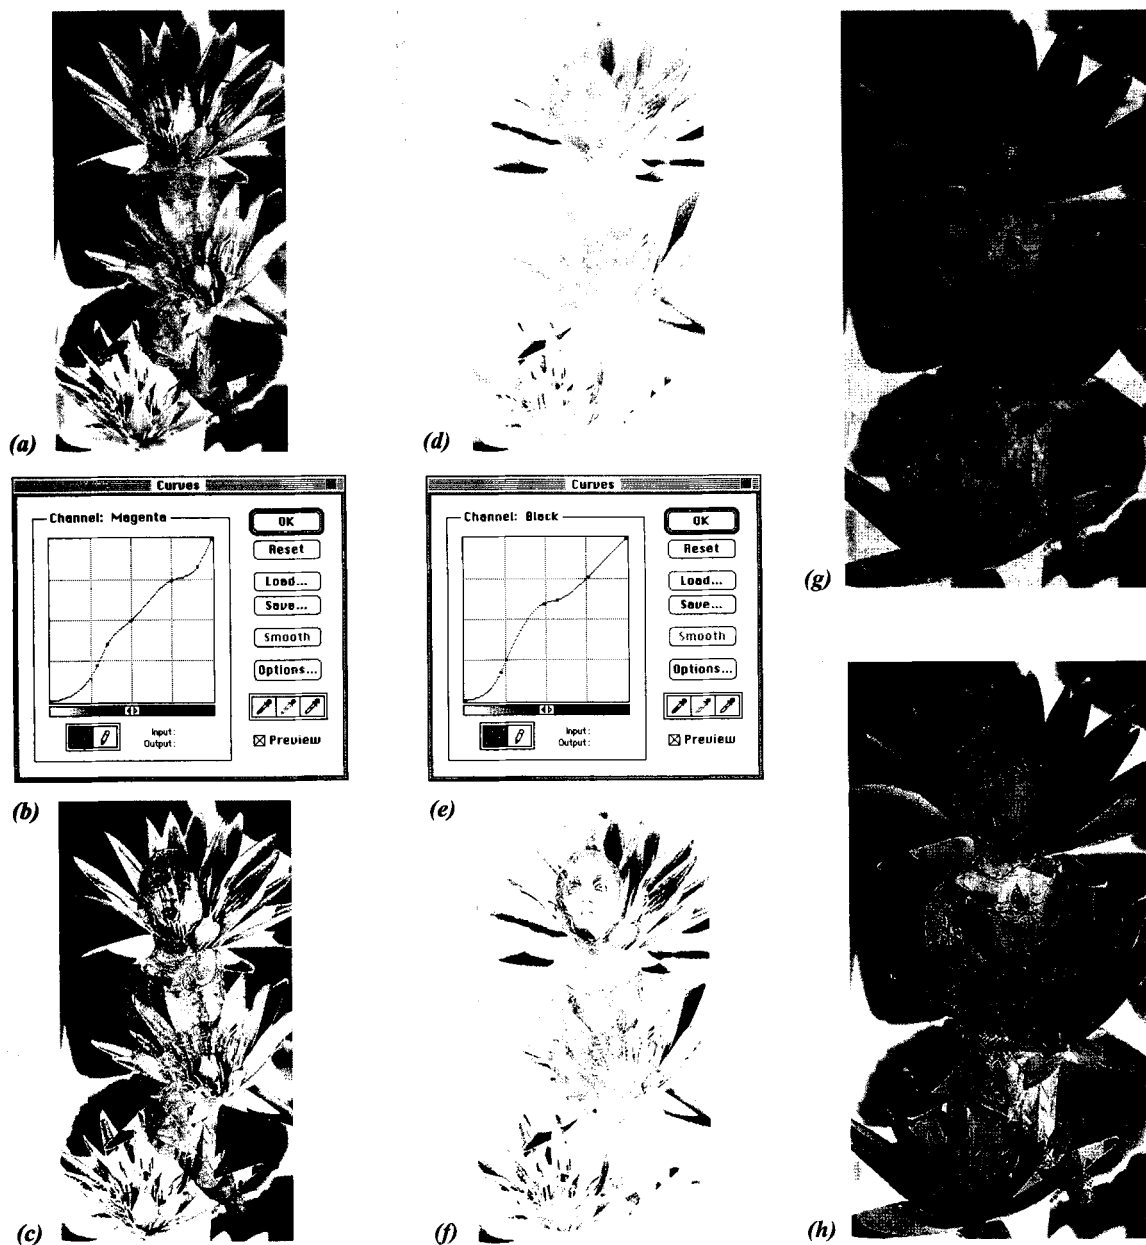

Рисунок 6-8
3. Для определения того, какой из каналов СМУК имеет приемлемый уровень яркостной контрастности, а в каких его следует повышать, просмотрите каждый из каналов СМУК и его тоновую гистограмму. Рассмотрим пример рисунка С-11. Для пурпурного и черного каналов контрастность наименьшая, что очевидно, если вспомнить, что пурпурный канал управляет зеленым, в то время как черный — всем изображением в целом. Рисунок 6-8 демонстрирует исходный вид пурпурного и черного каналов, тоновые кривые, исполь-